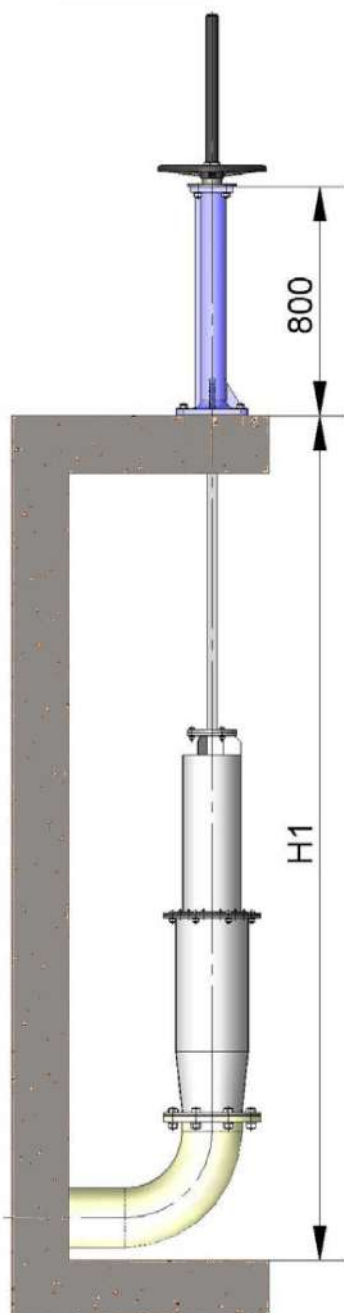

fig. 1
- A coluna de manobra comum é de 800 mm de altura (fig. 1). Outras medidas de coluna sob pedido.